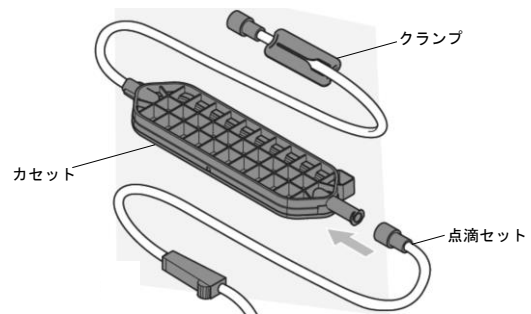

図1. 本品と点滴セット
- ※2) 本品のカセットの保護キャップを外し、カセットに点滴セットを接続する(図1)。